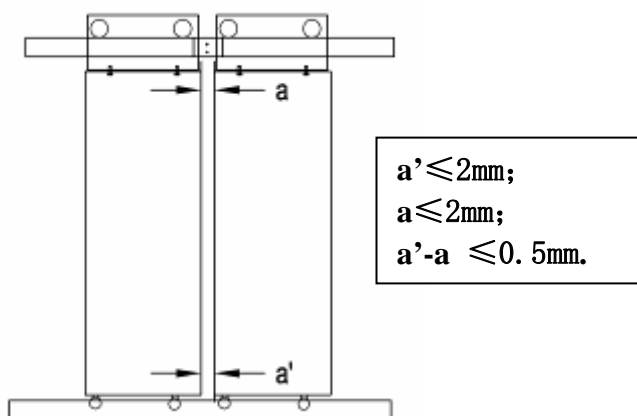

图 2-15 轿门装配主视图
3. 门扇之间的间隙不大于 2mm, 即  $a、a' \leq 2\text{mm}$ . 且上下均匀, 要求  $a' - a \leq 0.5\text{mm}$ .。见图 2-15 轿门装配主视图